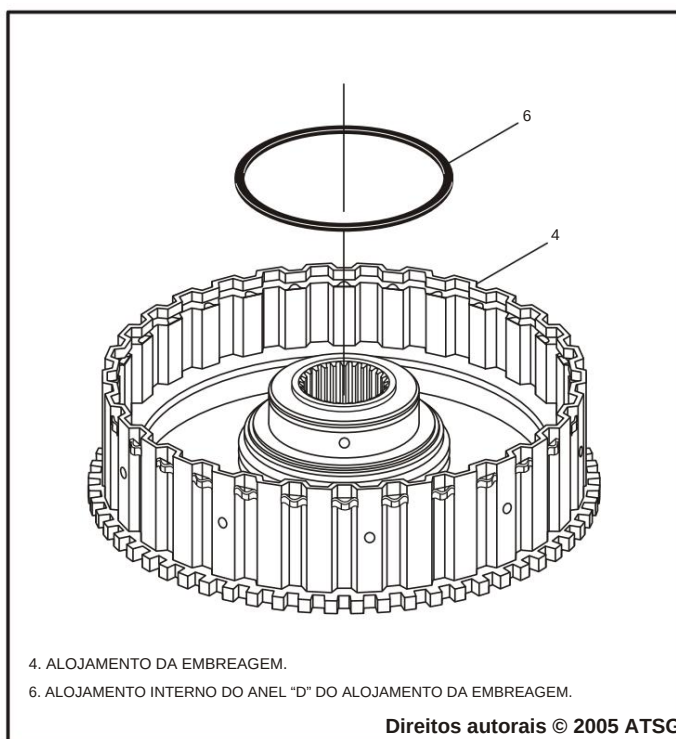

Figura 110
4. Instale o novo anel "D" interno da embreagem underdrive vede a carcaça da embreagem underdrive, conforme mostrado na Figura 110, e lubrifique com uma pequena quantidade de Trans-Jel®.